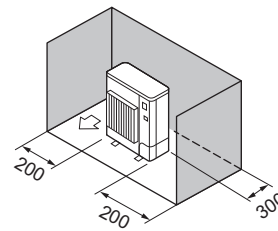

Fig. 2-9
- (3) Obstáculos sólo en la parte trasera y los laterales (Fig. 2-9)